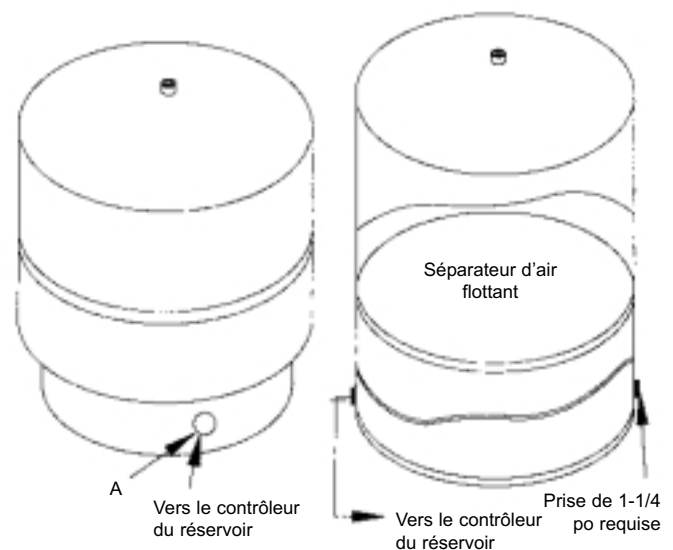

Figure 4 – Orifices sur le réservoir
- Enroulez du ruban de téflon sur le filetage externe du réservoir à la position (A) et vissez-le dans l'orifice du réservoir (figure 4). Le contrôleur se visse directement dans l'orifice de 1 po située sur la façade du réservoir pré-chargé.
- Installez le manomètre avec une douille de 3/4 po par 1/4 po à la sortie indiquée en position (B) sur le contrôleur.
- Installez un pressostat ou un "interrupteur de perte" à l'aide d'un mamelon de 1/4 po par 3 po à la sortie indiquée en position (C) sur le contrôleur.
- Raccordez le tuyau provenant du puits et de la pompe à la position (E) sur le contrôleur. Si le tuyau est en polyéthylène servez-vous d'un raccord mâle en plastique approprié et d'une clame. Si le tuyau est en ABS ou en acier vissez-le directement au contrôleur.
- Procédez au raccordement du contrôleur, à la position (D), au branchement de la maison.